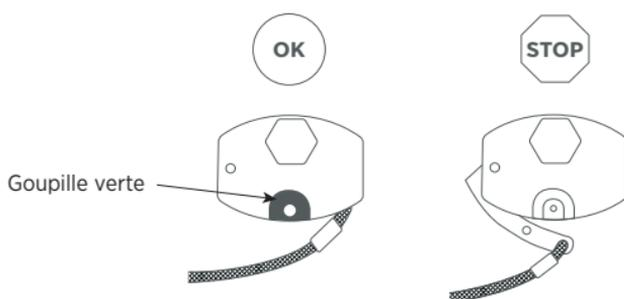

FIGURE 4 VÉRIFICATION DU SYSTÈME DE GONFLAGE
- Assurez-vous que le levier manuel est rentré et que la goupille indicatrice verte est en place (voir Figure 4).